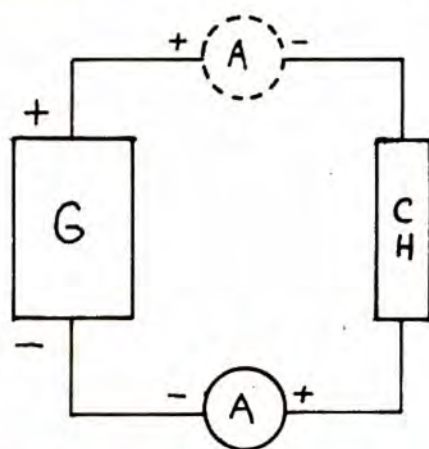

Fig. 1. — L'ampèremètre se connecte en série, en un point quelconque du circuit.
Le principe de la mesure de l'intensité est de faire passer dans l'ampèremètre le courant dont il faut déterminer la valeur. Cela implique une ouverture préalable du circuit, avec fermeture par l'ampèremètre (voir fig. 1). Rappelons pour mémoire que les résultats sont en « ampères » (A), dont les sous-multiples usuels sont le milliampère (mA) valant  $10^{-3}$  A et le microampère ( $\mu$ A) valant  $10^{-6}$  A.